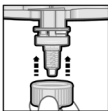
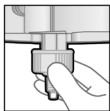

Fig. 3
Fig. 4.1
5. Une fois l'embout mélangeur correctement positionné (fig. 3), pousser la bague de fixation Dynamix sur l'embout mélangeur jusqu'à la butée et la tourner vers la droite (1/4 de tour) jusqu'à verrouillage complet (fig. 4.1, 4.2, 5)